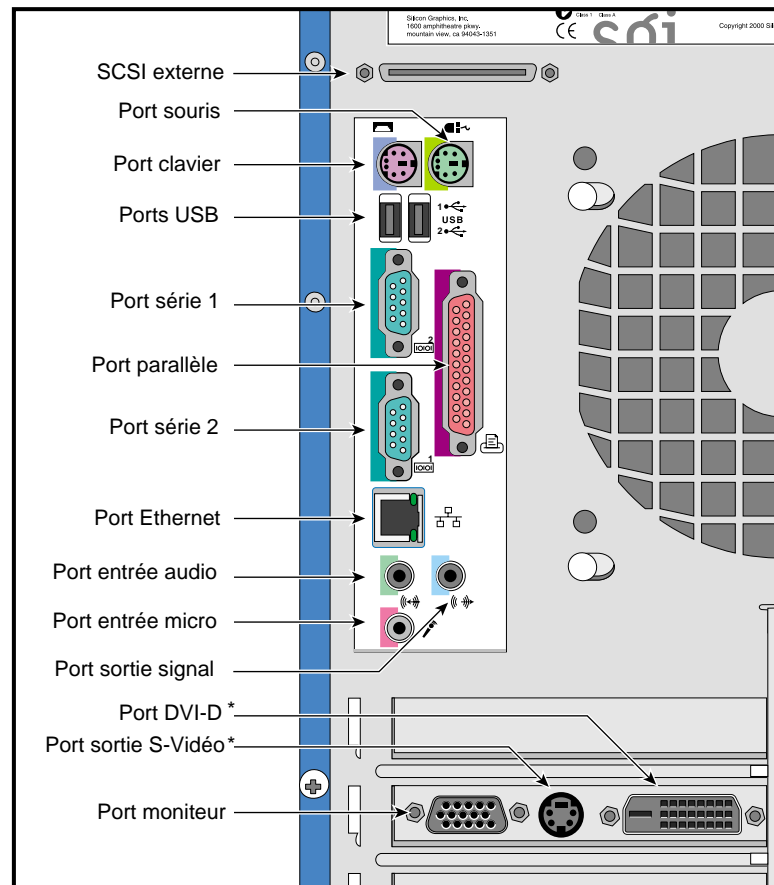

Figure 1-10 Panneau E/S
- c. Brancher le haut-parleur de droite au système : connecter une extrémité du câble au port de sortie HP du système et l'autre au port d'entrée du signal, derrière le haut-parleur. La Figure 1-10 montre la position du port de sortie HP.
7. Brancher les autres périphériques aux ports correspondants. La Figure 1-10 montre une vue détaillée du panneau E/S.